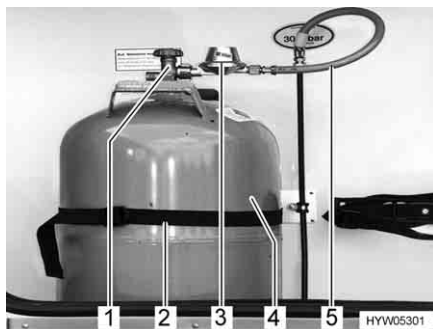

Fig. 69 Vano portabombole
- Chiudere la valvola principale di arresto (Fig. 69,1) della bombola del gas (Fig. 69,4). Osservare la direzione della freccia.
- Svitare manualmente il regolatore di pressione del gas (Fig. 69,3), con il tubo del gas (Fig. 69,5), dalla bombola del gas (filettatura sinistrorsa).
- Allentare le cinghie di fissaggio (Fig. 69,2) ed estrarre la bombola del gas.